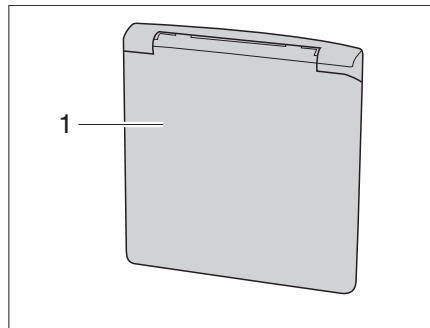

Figura 4 Trampa para conexión 230 V
- Trampa exterior (Figura 4,1) engazar abajo y girar hacia arriba.